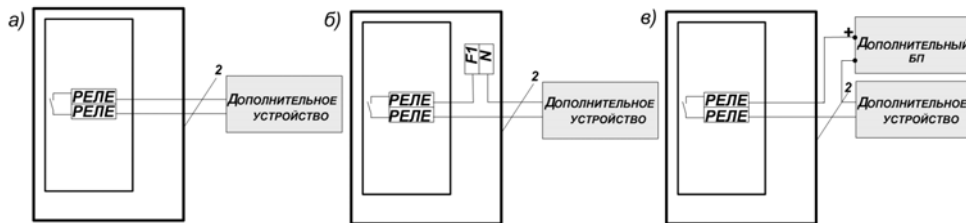

Рис.1
Электрический монтаж рекомендуется выполнять согласно Рис.1 Приложения Б в приведенной ниже последовательности:
2.2.5 Подключить дополнительное устройство (пульт централизованного наблюдения (ПЦН), сигнальное табло, светозвуковой оповещатель и т.п.) соответственно к клеммам «РЕЛЕ». Варианты подключения дополнительных устройств к релейному выходу пульта «Сигнал-6» приведены на Рис. 1